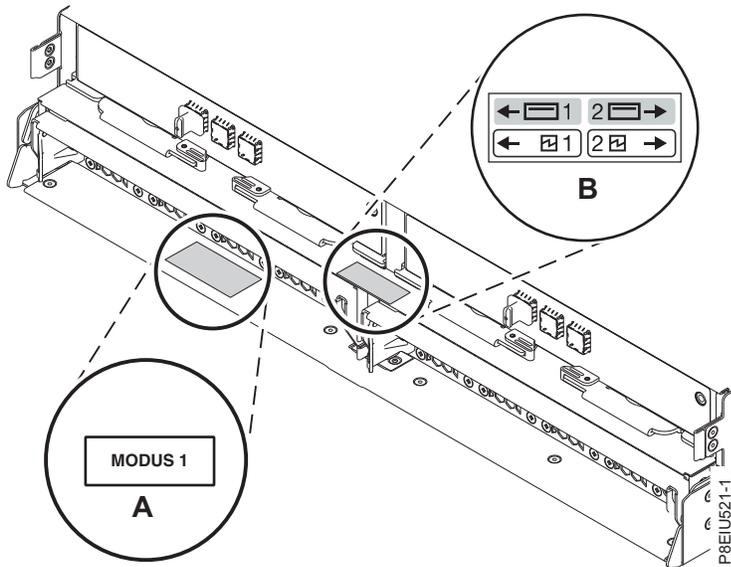

Abbildung 12. Positionen der Modusaufkleber an der Rückseite der 5147-024, ESLL oder ESLS
2. Überprüfen Sie den werkseitigen Modus des Gehäuses anhand der Angaben auf den Aufklebern, die sich auf der Rückseite des Gehäuses befinden. Die Aufkleber sind am unteren linken Fach des Chassis **(A)** und am mittleren Stützelement zwischen den ESM-Modulen (ESM = Enclosure Services Manager) **(B)** angebracht. Die Aufkleber geben an, ob das Gehäuse auf den Modus 1, Modus 2 oder Modus 4 festgelegt ist. Entsprechende Informationen finden Sie unter Abb. 12 auf Seite 13.